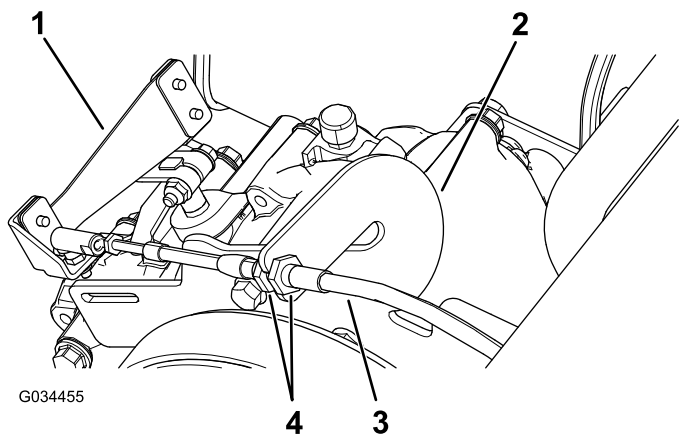

Figura 49
1. Slăbiți piulițele de blocare de pe cablul schimbătorului de viteze i reglați-le după cum este necesar (Figura 49).
- Testai poziția schimbătorului de viteze rotind selectorul de schimbare a vitezelor în cele 3 poziții diferite și verificai dacă maneta schimbătorului de viteze (Figura 49) schimbă corect la schimbarea vitezelor; consultați Reglarea poziției neutre a schimbătorului de viteze \(Pagină 44\).